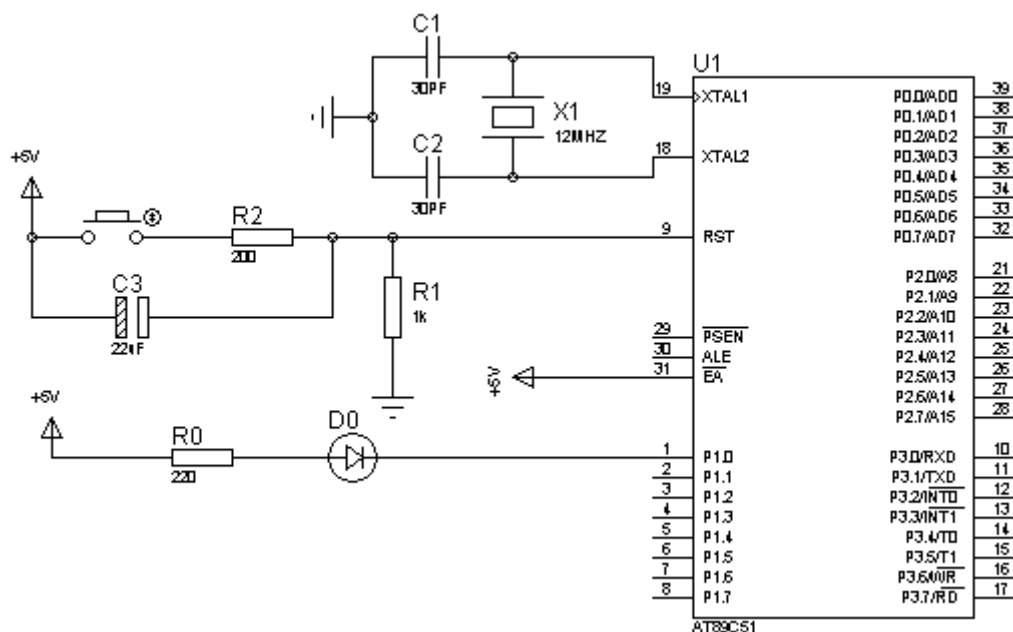

图 1.1.11 发光二极管控制电路
发光二极管控制电路如图 1.1.11 所示,R0 为限流电阻,D0 为发光二极管。根据硬件电路图可知,当 P1.0 引脚输出高电平时,发光二极管灭;当 P1.0 引脚输出低电平时,发光二极管亮。
- (1) 按照图 1.1.11 在 Proteus 中连接好电路。
- (2) 在 keil c 中编写程序，生成 hex 文件。
- (3) 将生成的 hex 文件加载到单片机芯片中。
- (4) 在 proteus 中仿真，观察结果。